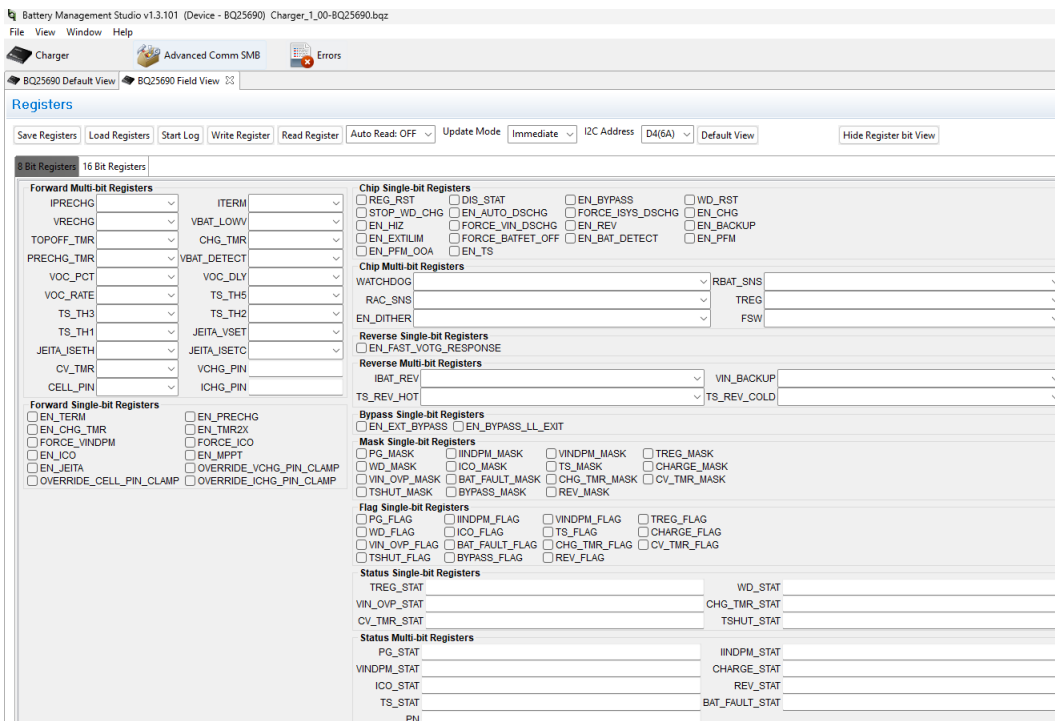
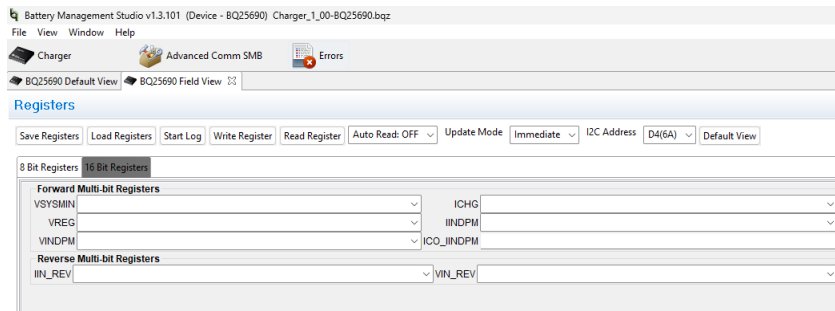

图 3-2. BQ25690 EVM 软件的 8 位寄存器选项卡的字段视图
图 3-3. BQ25690 EVM 软件的 16 位寄存器选项卡的字段视图
3. 在随即显示的窗口中选择功能区右侧的 *Field View* 按钮，然后将出现 BQ2569x EVM 软件的主窗口，如图 3-2 和图 3-3 中所示。